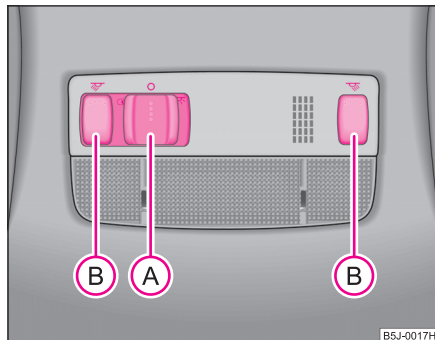

Fig. 38 Detalle del revestimiento interior del techo: luces del habitáculo delanteras
- Presione el conmutador **(A)** hacia la derecha a la posición  ⇒ fig. 38.
- Pulse uno de los conmutadores **(B)** ⇒ fig. 38 para conectar y desconectar la lamparita de lectura izquierda o derecha.